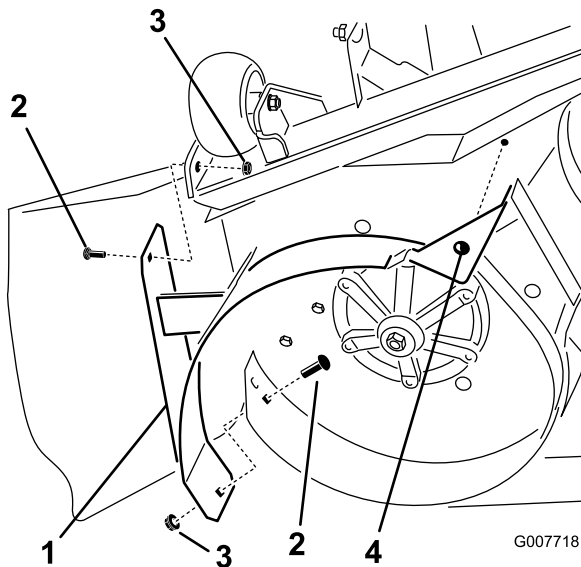

Figure 21
1. Retirez les trois contre-écrous qui fixent le déflecteur de mulching droit au plateau de coupe (Figure 21). Deux se trouvent sur la face inférieure du plateau de coupe, au niveau de l'ouverture d'éjection, et le troisième se trouve sur le haut du plateau.